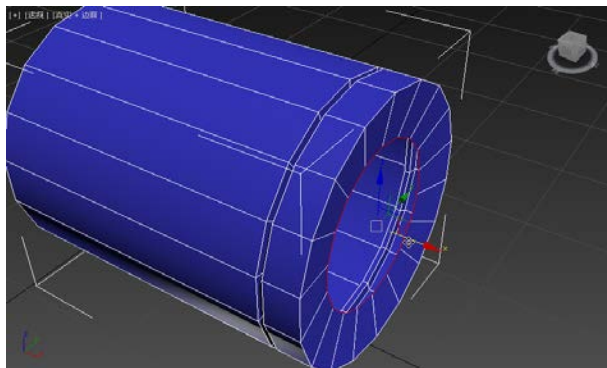

图 3-1-9 移动边界 (1)
STEP 09 使用【选择并移动】工具，将视图中的边界沿 Z 轴向内移动，如图 3-1-9 所示。